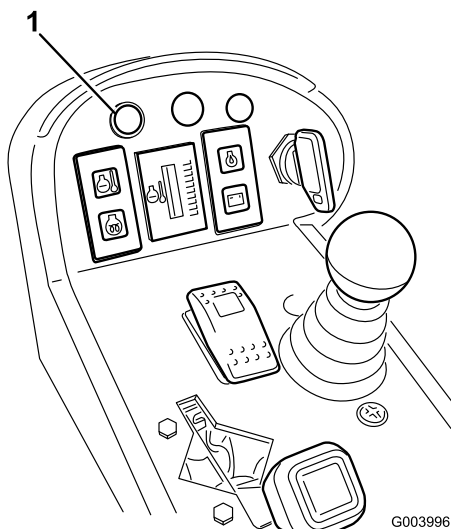

Figura 39
3. Togliete il filtro e sostituitelo (Figura 39).